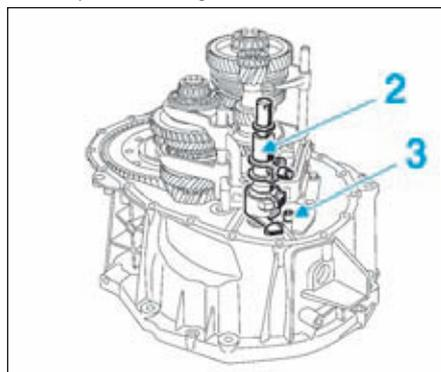

FIG.15
- Pivoter le module de commande (2) en retirant le ressort par dessus la douille de rappel (3) et sortir le module par le haut (Fig.15).